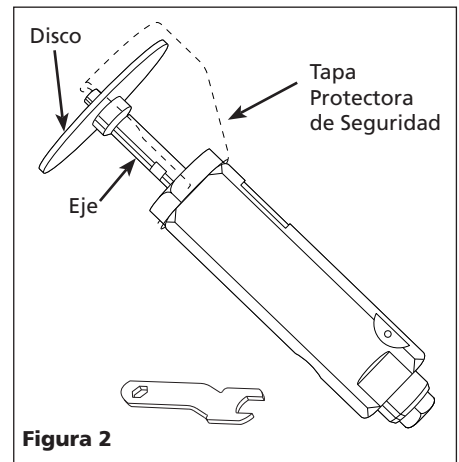

Figura 2
3. Centre el nuevo disco en el eje (Vea Figura 2). Cerciórese de que disco que va a usar esté diseñado para el número de s^{-1} de la herramienta neumática (Vea IN170102AV). Apriete bien el tornillo.